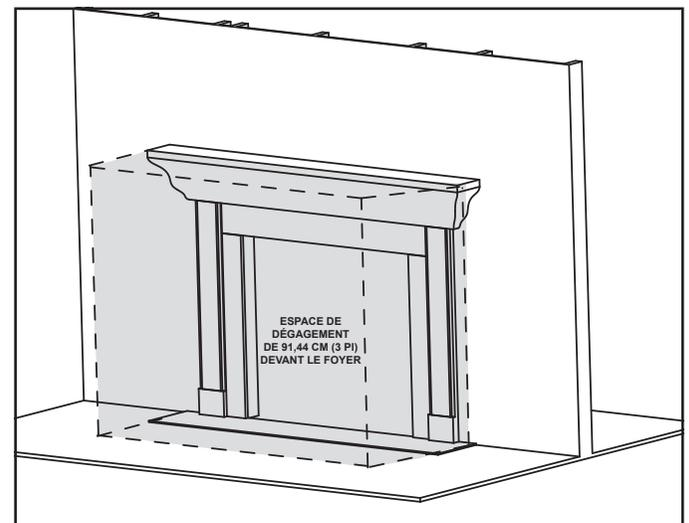

Figure 3.1 Exigences de dégagement – tous les modèles
**AVERTISSEMENT! NE PAS** placer d'objets inflammables devant le foyer ou qui recouvrent les ouvertures du foyer. Des températures élevées pourraient provoquer un incendie. Voir la figure 3.1.